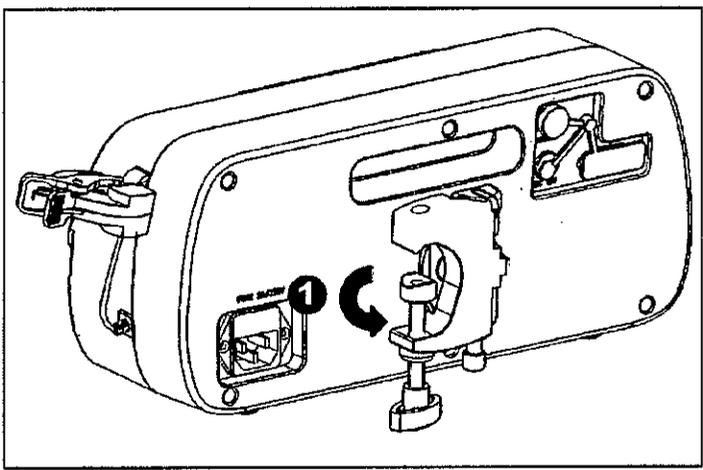
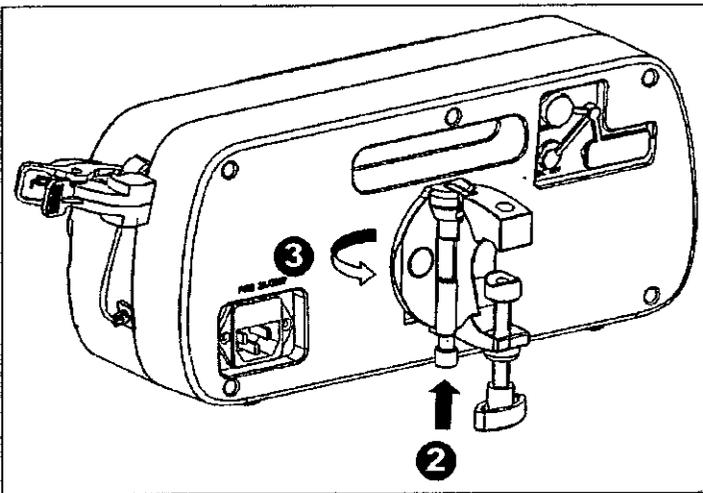
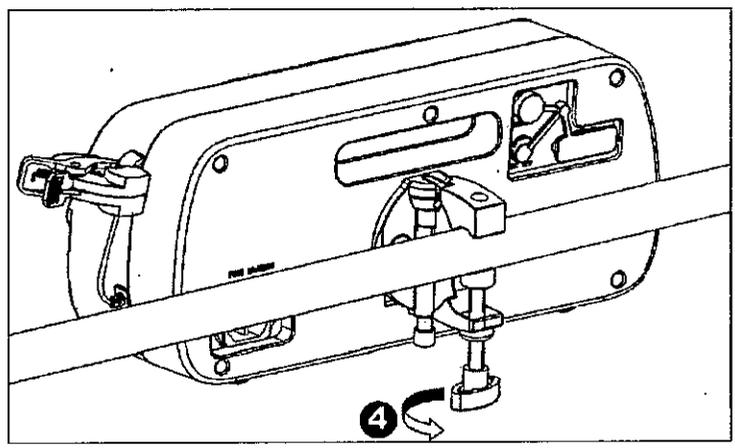

Figura 6: Girar 90° en sentido anti horario.
Figura 7: Abra la abrazadera de fijación.
Figura 8: Fijación al soporte.
- El método para la fijación en el soporte horizontal se muestra en las figuras siguientes, gire toda la abrazadera de fijación 90° en sentido anti horario (paso 1); presione el extremo del eje de rotación (paso 2), rote la abrazadera 90 grados (paso 3), luego gire la perilla y ajuste la morsa al soporte (paso 4), realizar este procedimiento de acuerdo con la figura 6, la figura 7 y la figura 8.